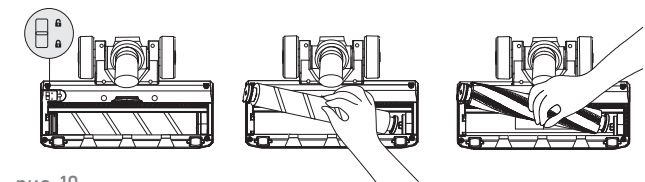

рис. 10
2. Переверните турбощётку, подвиньте фиксатор. Снимите крепление валика (рис. 10).